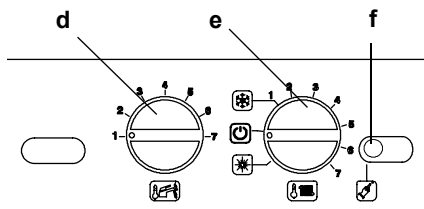

Figura 5.54 Pannello comandi OFF.
pola regolazione temperatura e come indicato in **Figura 5.54**.
- 7 Per uscire dalla programmazione posizionare il selettore di funzione / manopola regolazione temperatura **b** come indicato in **Figura 5.54**.